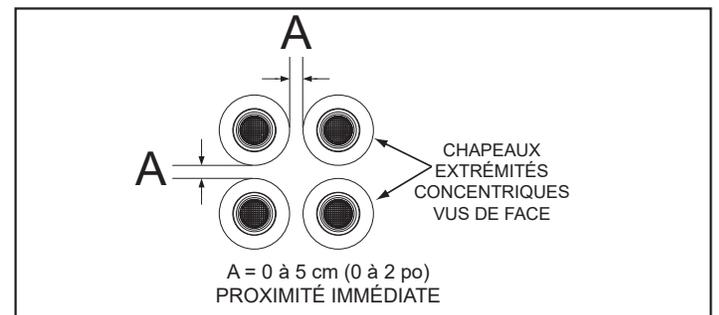
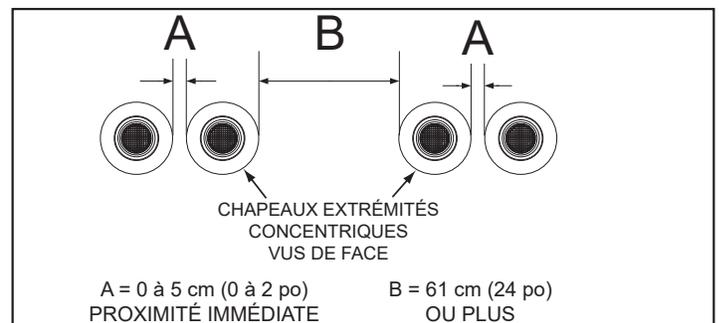
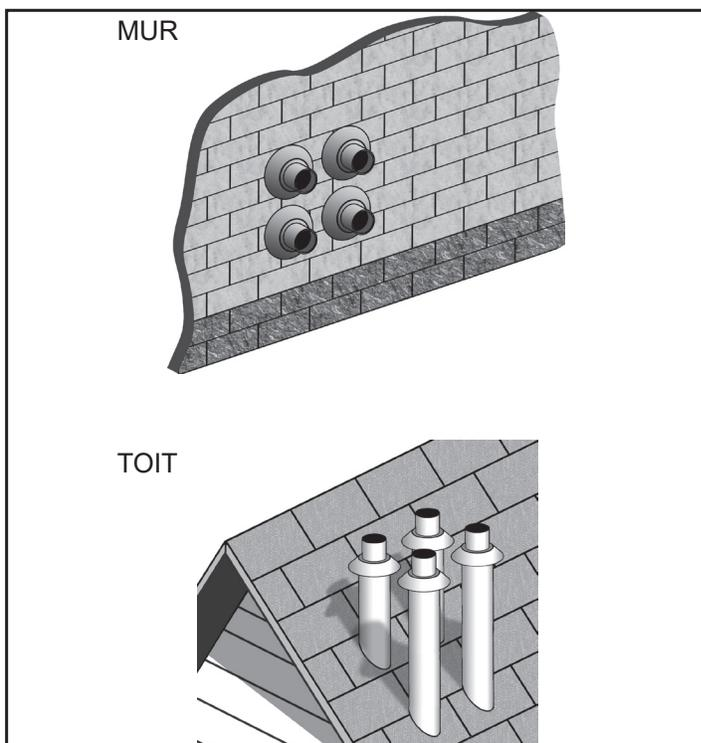

Figure 43. Quatre extrémités concentriques - Proximité immédiate
Figure 44. Quatre extrémités concentriques en ligne
Figure 47. Quatre bouches concentriques - Mur et toit
1. Lors de l'installation de quatre bouches concentriques à travers un toit ou une paroi latérale à proximité immédiate, elles peuvent être agencées en rangs superposés de deux comme à la Figure 43 ou en rangs latéraux de deux comme à la Figure 44.
2. Un maximum de quatre bouches concentriques peuvent être installées dans un groupe où toutes les bouches sont à proximité immédiate, comme illustré à la Figure 43.
Quatre bouches concentriques peuvent être installées à proximité immédiate comme illustré à la **Figure 47**. Voir l'information détaillée sur les dégagements et les autres dispositions possibles à la **Figure 43** (page 42) et la **Figure 44** (page 42).